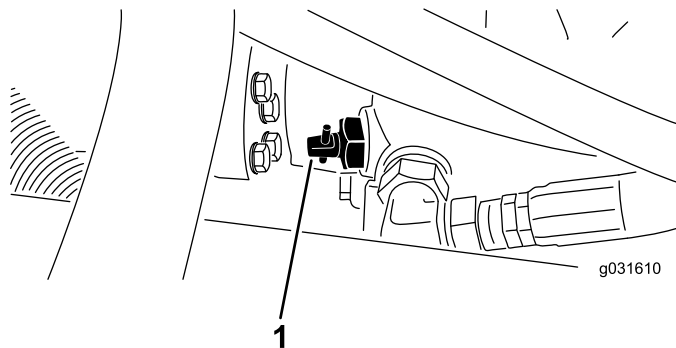

Bild 29
1. Suchen Sie das Sicherheitsventil an der Pumpe (Bild 29) und lösen Sie es durch Drehen um 90° (1/4 Umdrehung).